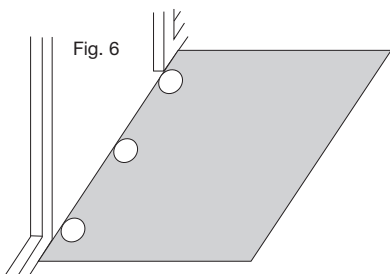

Fig. 6
- Puerta recta:** Use marcadores 3 (ver fig. 6)